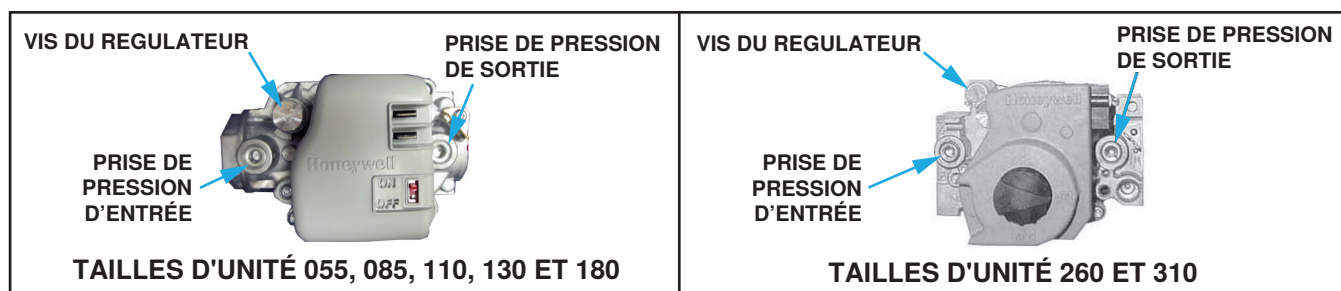

Figure 29. Vannes à gaz combinées
2. Branchez le manomètre dans la prise de pression de sortie de la valve (voir Figure 29).
5. Si la lecture du manomètre indique que la pression de sortie de la valve n'est pas conforme au Tableau 22, retirez le capuchon de la ou des vis du régulateur (voir Figure 29) et ajustez la pression en tournant la vis du régulateur vers l'intérieur (sens des aiguilles d'une montre) pour augmenter la pression ou vers l'extérieur (sens contraire aux aiguilles d'une montre) pour réduire la pression.
4. Branchez le manomètre dans la prise de pression de sortie de la valve (voir **Figure 29**).
6. Enlevez le capuchon de la vis du régulateur (voir **Figure 29**) et ajustez la pression conformément au **Tableau 22** en tournant la vis du régulateur vers l'intérieur (sens des aiguilles d'une montre) pour augmenter la pression ou vers l'extérieur (sens contraire aux aiguilles d'une montre) pour réduire la pression.
10. Branchez le manomètre sur la prise de pression d'entrée (voir **Figure 29**). Pendant que l'appareil de chauffage fonctionne, mesurez la pression d'entrée, qui devrait être entre 5 et 13.5 PO CE pour le gaz naturel ou entre 11 et 13.5 PO CE pour le propane.